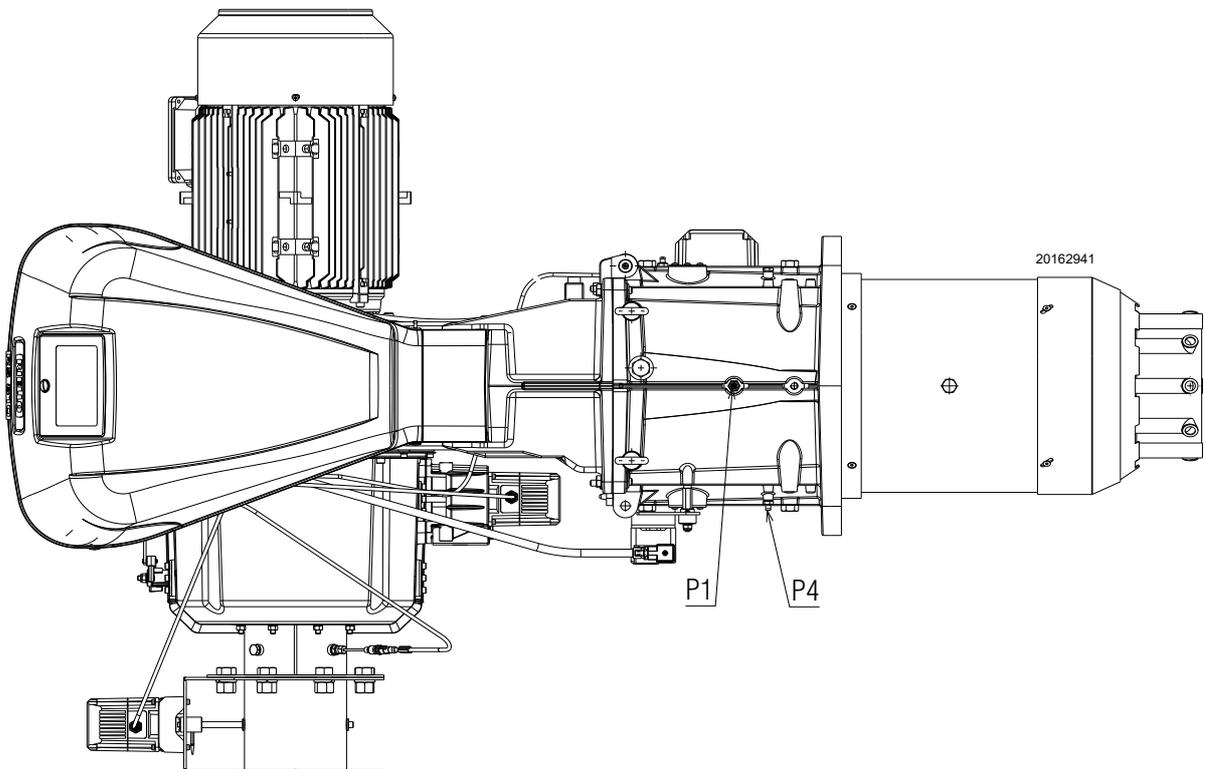

Fig. 23
Presión del gas medida en la toma P1)(Fig. 23), con:
- restar de la presión del gas en la toma P1)(Fig. 23) la presión en la cámara de combustión.
$$\begin{aligned} \text{Presión del gas en la toma P1)(Fig. 23)} &= 43,7 \text{ mbar} \\ \text{Presión en la cámara de combustión} &= 2 \text{ mbar} \\ 43,7 - 2 &= 41,7 \text{ mbar} \end{aligned}$$
En cambio para conocer la presión del gas que se necesita en el conector hembra P1)(Fig. 23), una vez fijada la potencia MÁX a la cual se desea que funcione el quemador:
- Leer a la derecha, columna 1, la presión en la toma P1)(Fig. 23).
presión necesaria en la toma P1)(Fig. 23).